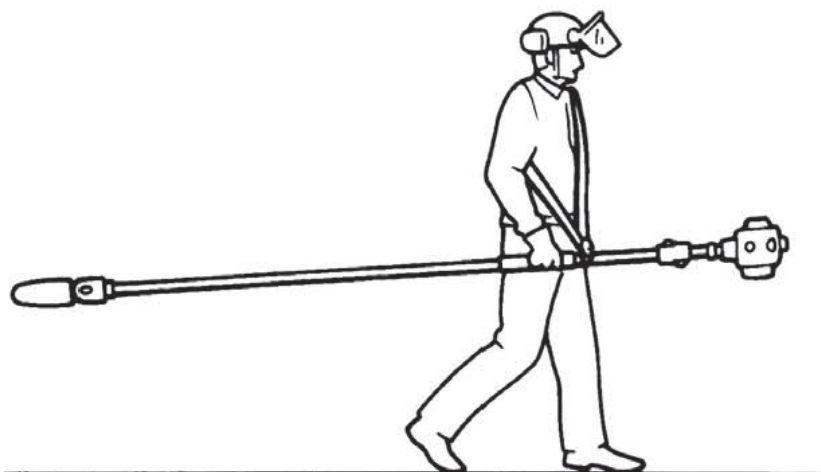

Figura 1
- Cuando la lleve a mano, la cadena debe apuntar hacia atrás. Ver Figura 1.